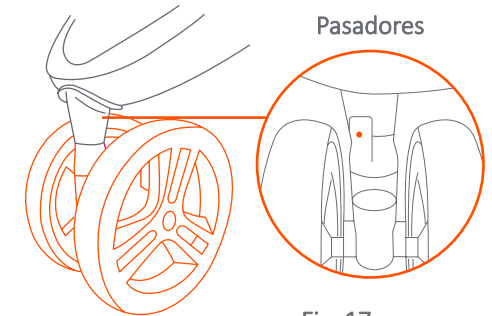

Fig. 17a
**Si reemplaza la rueda delantera:** presione el pasador situado detrás del cubo de la rueda. Tire de la rueda del buje (Fig. 17a).